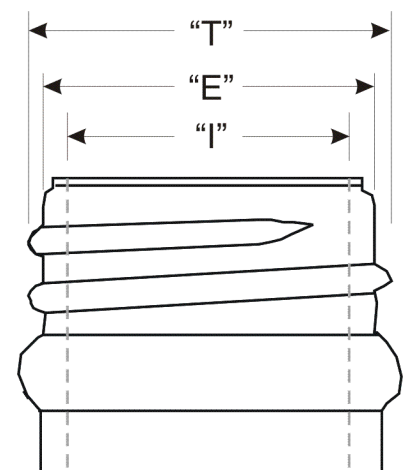

Abbildung 3:
- Für die Prüfung der Stopfen wird die Bilderfassung mit diffusem Licht auf der Achse und einer hochauflösenden Kamera mit telezentrischer Optik, die über dem rotierenden Behälter installiert ist, durchgeführt. Die optische Flex-T-Prüfung des Stopfens kann nur für das min. und max. "I" durchgeführt werden (siehe Abbildung 3). Es ist nicht in der Lage, eine zweistufige Stopfenmessung zu verwenden, die oft bei Korkflaschen erforderlich ist. Die zweistufige Stopfenprüfung kann nur mit der Option der mechanischen Stopfen-/Ringprüfung durchgeführt werden.
- Bei der Ringprüfung wird die Bilderfassung mit diffusem Gegenlicht (die gleiche Lichtquelle, die für die Mündungsdichtheitsprüfung verwendet wird) und einer hochauflösenden Kamera zur Messung der "E"- und "T"-Abmessungen (siehe Abbildung 3) des Behälters durchgeführt, wenn er sich in der Station dreht.